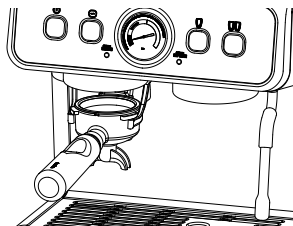

Fig. 6
3. Som framgår av fig. 6 sätter du i portafiltret (12) med enkelkoppsfilter (13) eller dubbelkoppsfilter (14) i kvarnmunstycket (5).